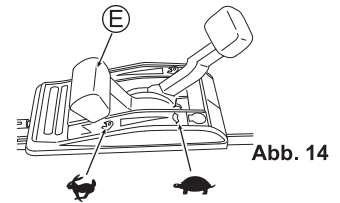

Abb. 14
- Vergewissern Sie sich, dass niemand hinter Ihnen steht, wenn Sie am Startergriff (V) ziehen.
- Umfassen Sie den Startergriff (V) mit festem Griff, wenn Sie daran ziehen.
- Lassen Sie den Startergriff (V) langsam zurück in die Ausgangsposition.
5. Lassen Sie den Motor etwas warmlaufen, bevor Sie die Maschine verwenden. Nach dem Warmlaufen des Motors können Sie mit dem Mähen beginnen, indem Sie den Gashebel (E) auf "☛" stellen. (Siehe Abb. 14)